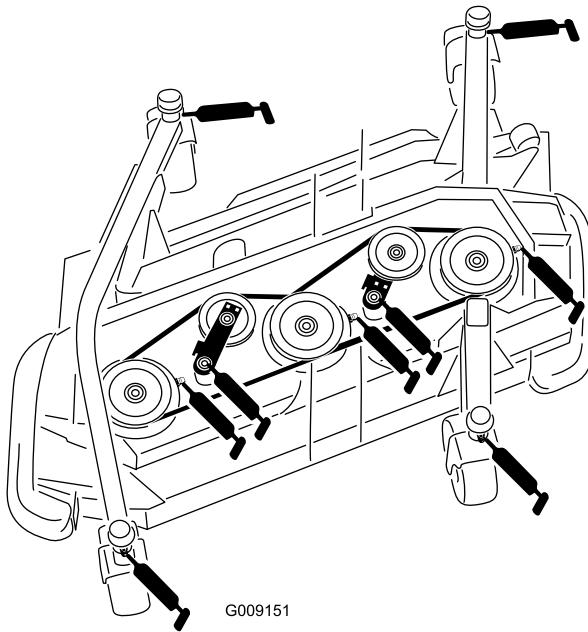

Figura 74
articolazione del tendicinghia) come illustrato nella Figura 74
- 4 boccole dell'albero della forcella della ruota orientabile (Figura 74)
- 3 cuscinetti dell'albero del fusello (situati sull'alloggiamento del fusello) come illustrato nella Figura 74